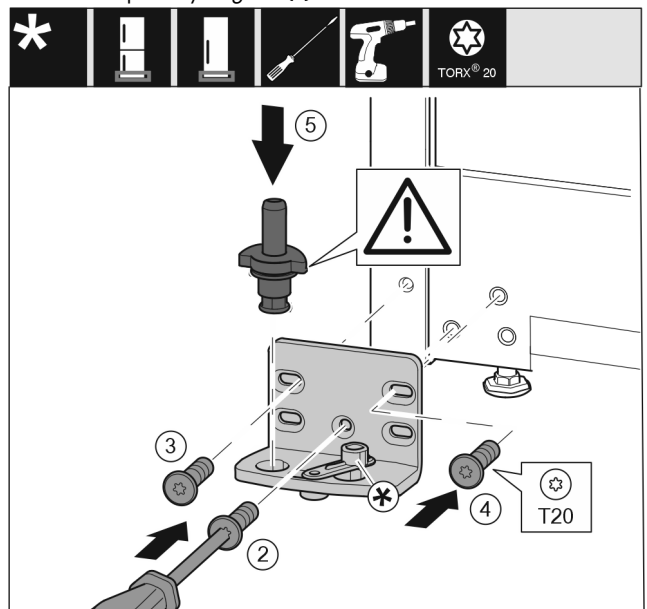

Fig. 15
- ▶ Установите опорный кронштейн с другой стороны и прикрутите с помощью отвертки T20. Начините с винта 2 снизу в центре. Fig. 15 (2)
- ▶ Затяните винты 3 и 4. Fig. 15 (3,4)
- ▶ Установите опорный палец в сборе. При этом следите за тем, чтобы выступ фиксатора был направлен назад. Fig. 15 (5)